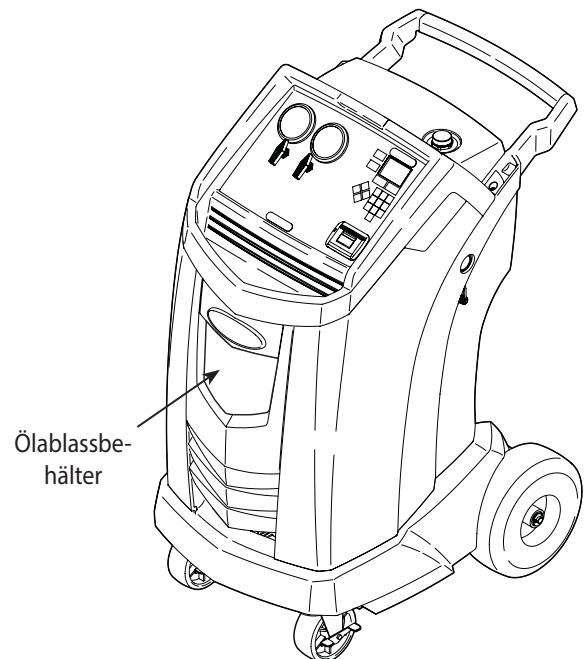

Abbildung 6
3. Nehmen Sie den Ölabblassbehälter aus dem Robinair-Klimaservicegerät (siehe Abbildung 6). Entleeren Sie den Ölbehälter und entsorgen Sie das Altöl entsprechend den gesetzlichen Vorschriften. Bauen Sie den Ölabblassbehälter wieder in das Gerät ein.